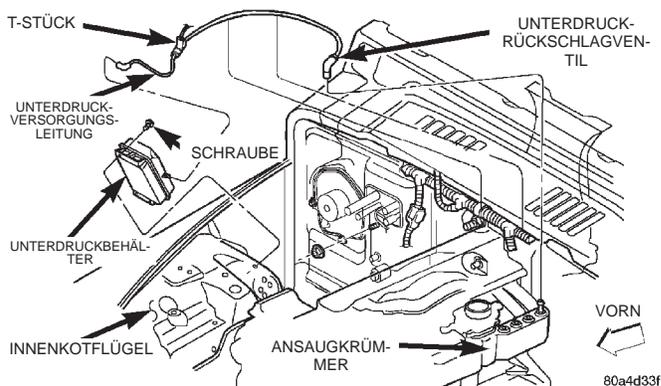

Abb. 35 Unterdruckbehälter aus-/einbauen
(1) Batterie- und Batterieträger aus dem Motorraum ausbauen. Näheres hierzu siehe Kapitel 8A, "Batterie".
(2) Unterdruck-Versorgungsleitungstecker vom Unterdruckbehälter abziehen (Abb. 35).